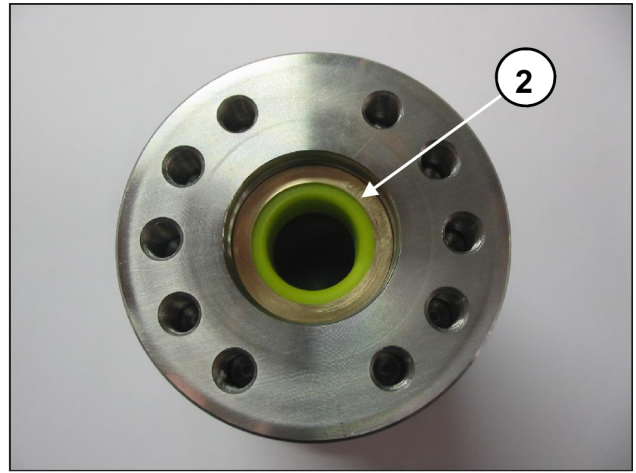
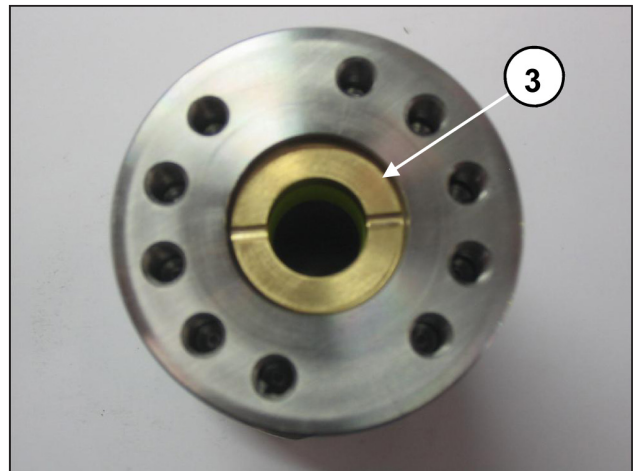
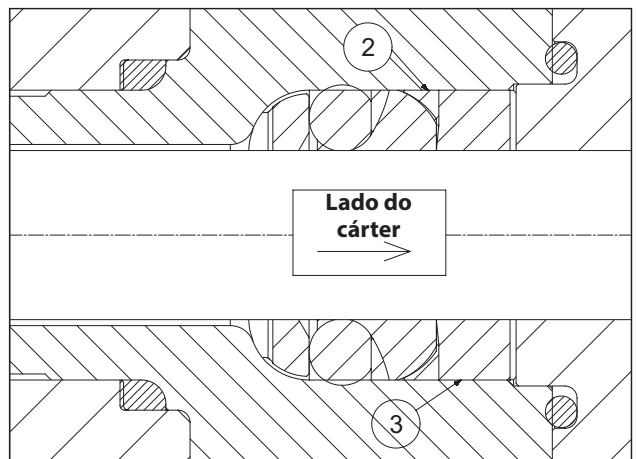

Fig. 42
Fig. 43
Fig. 44
- Introduza o anel anti-extrusão ② e o casquilho das juntas de estanqueidade ③ posicionados conforme as Fig. 42, Fig. 43, Fig. 44.
O casquilho das juntas de estanqueidade ③ deve ser introduzido no suporte com as descargas voltadas para o exterior (lado do cârter), conforme indicado na Fig. 43 e na Fig. 44.